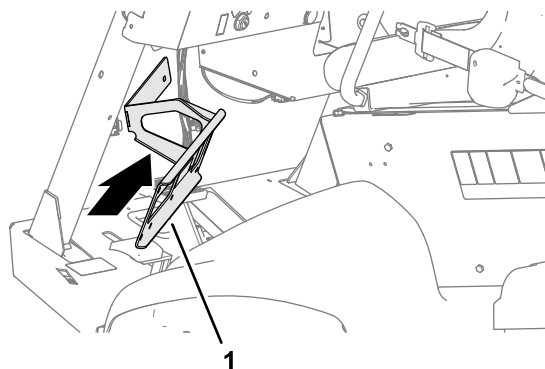

Bild 74
1. Richten Sie die Verteilerhalterung an der Vorderseite der Maschine aus, wie in **Bild 74** dargestellt.